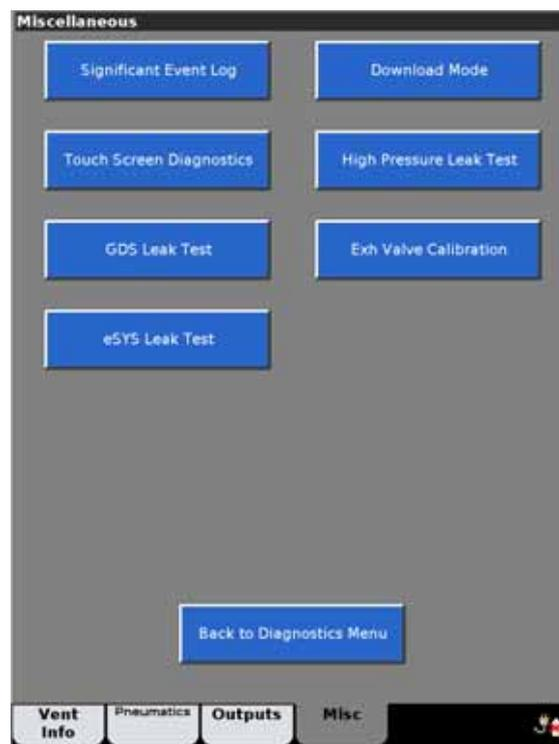

Figura E-10: Pantalla Miscellaneous
- 2 Se abre la pantalla **Miscellaneous** (Varios) (Figura E-10). Seleccione **Significant Event Log** (Registro de eventos importantes).